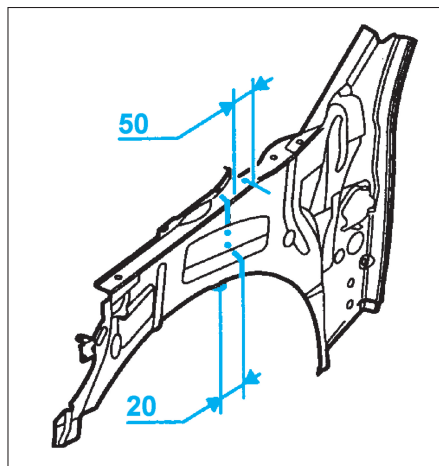

FIG. 28
- Tracer puis découper la doublure d'aile à l'aide d'une meule épaisseur 1 mm (coupe définitive) (Fig.28).